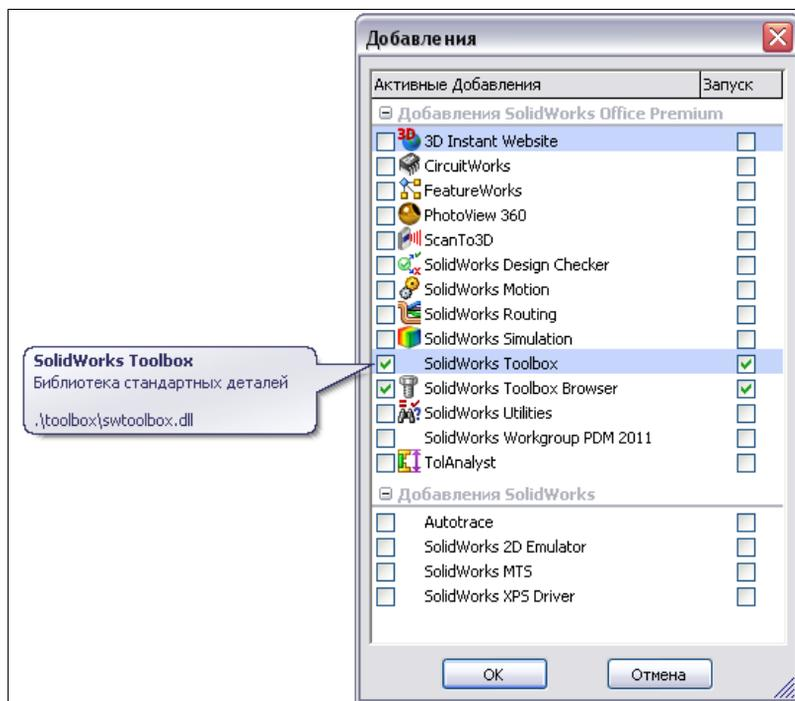

Рис. 6.37
- Создавать подшипники нет необходимости, т. к. в SolidWorks 2011 имеется Библиотека проектирования стандартных деталей, которые можно легко вставить в любую сборку. Для настройки Библиотеки проектирования сначала обратимся к меню **Инструменты | Добавления...** и в открывшемся окне **Добавления** поставим два флажка — **SolidWorks Toolbox** и **SolidWorks Toolbox Browser** (рис. 6.37).